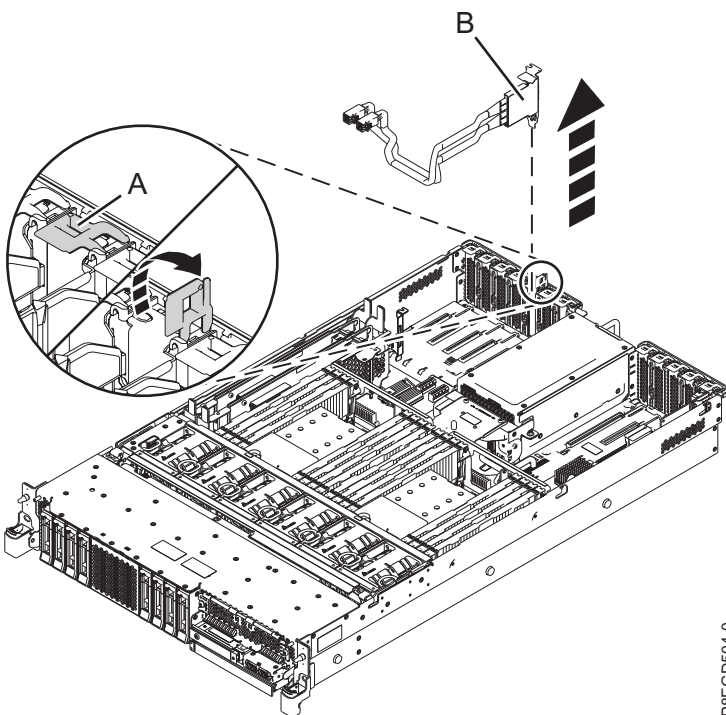

Figura 4. Extracción del cable SAS posterior
6. En la parte posterior del sistema, desbloquee la pieza de retención del adaptador PCI (A) de la ranura del adaptador PCI P1-C8. A continuación, extraiga el cable SAS posterior (B). Consulte Figura 4.